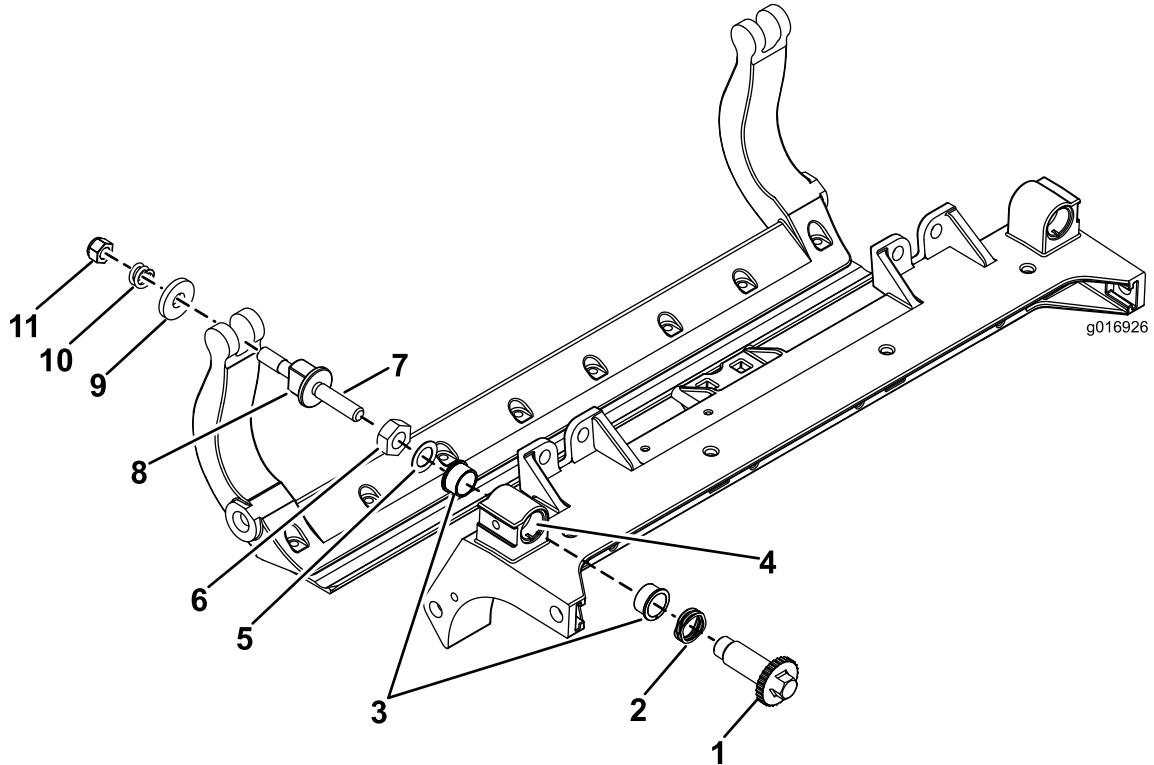

Рисунок 33
1. Снимите все детали (см. *Инструкции по установке* для HD комплекта DPA и Рисунок 33).
2. Нанесите противозадирный состав на внутреннюю поверхность втулки на внутренней поверхности втулки на центральной раме режущего блока (Рисунок 33).
3. Совместите шпонки фланцевых втулок с прорезями в раме и установите втулки (Рисунок 33).
4. Установите волнистую шайбу на вал регулятора и вставьте вал регулятора во фланцевые втулки, установленные в раме режущего блока (Рисунок 33).
5. Закрепите шпindel регулятора с помощью плоской шайбы и контргайки (Рисунок 33).
12. На нейлоновые шайбы установите стальные шайбы (Рисунок 33).
**Примечание:** Шайбы с внутренней стороны могут иметь зазор (Рисунок 33).
15. Затяните гайку на каждом узле регулировки планки неподвижного ножа до полного сжатия пружины, а затем отпустите гайку на  $\frac{1}{2}$  оборота (Рисунок 33).